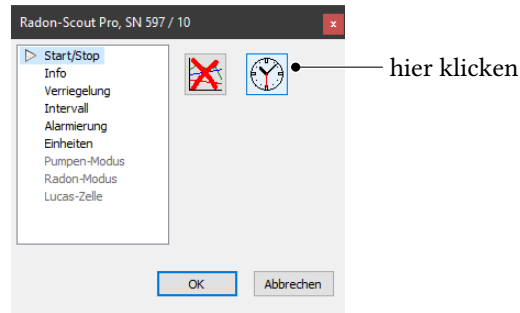

Abbildung 3.3.: Synchronisation der Uhr des Messinstruments mit der PC-Zeit
6. Prüfen Sie **unbedingt** nach jedem Batteriewechsel die Uhr des Messinstruments und stellen sie diese ggf. (vgl. Abbildung 3.3)!